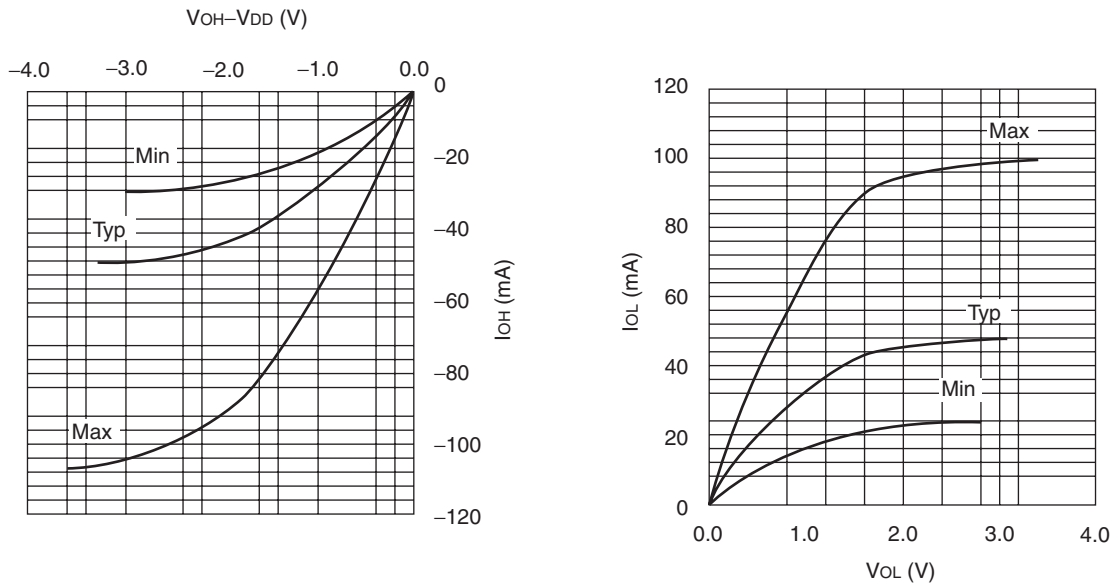
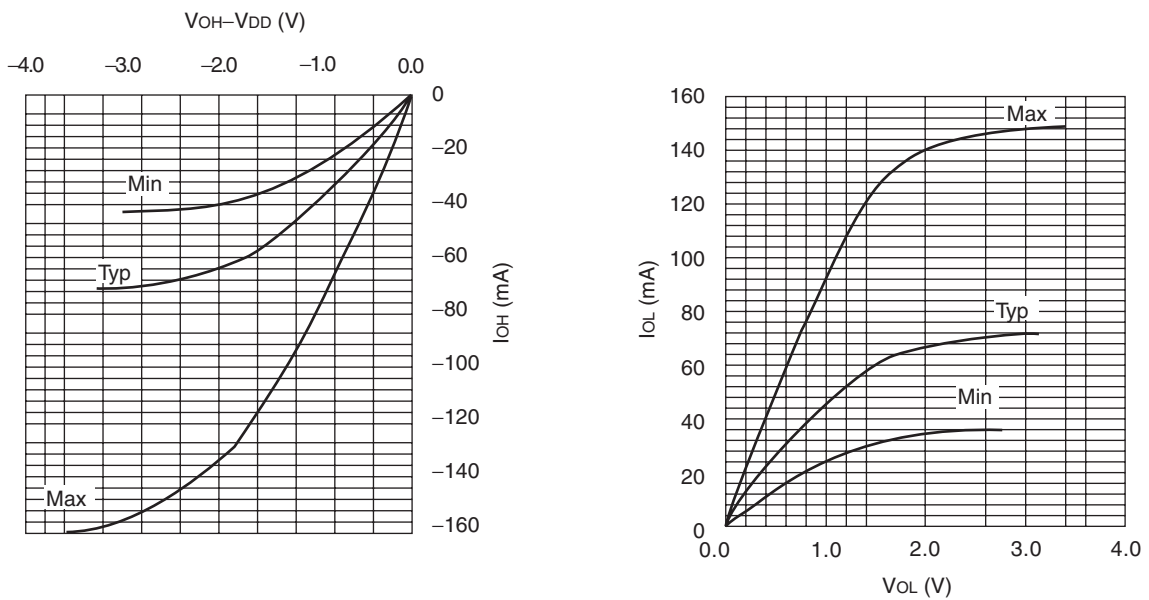

図1 3.3 V 標準 I/O L, M タイプ V-I 特性
図2 3.3 V 標準 I/O H, V タイプ V-I 特性
* 2 : 「・ V-I 特性」の図 1, 図 2 を参照してください。